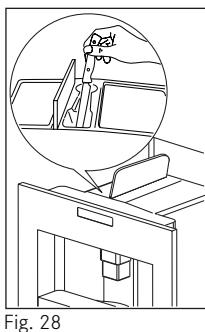

Fig. 28
- Controllare periodicamente (circa una volta al mese) che l'imbuto per l'introduzione del caffè pre-macinato non sia otturato (Fig. 28).